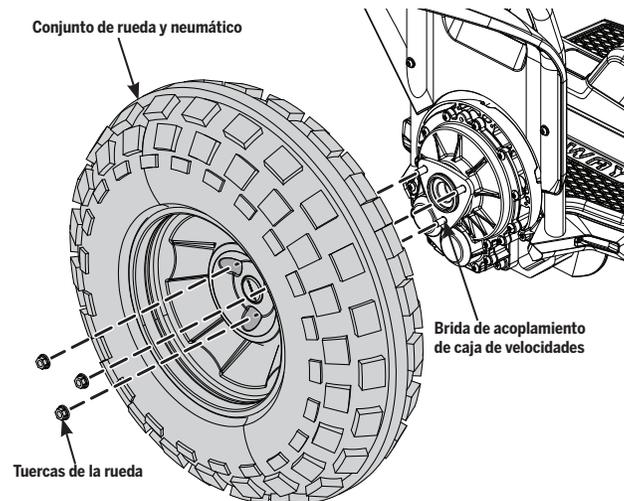

Ilustración 71: retirar/colocar el conjunto de rueda/neumático del x2 SE
3. Con una llave de vaso de 13 mm, retire las tres tuercas de la rueda y déjelas a un lado (consulte la **ilustración 71**).
3. Coloque el conjunto de rueda y neumático sobre la brida de acoplamiento de la caja de velocidades (consulte la **Ilustración 71**).